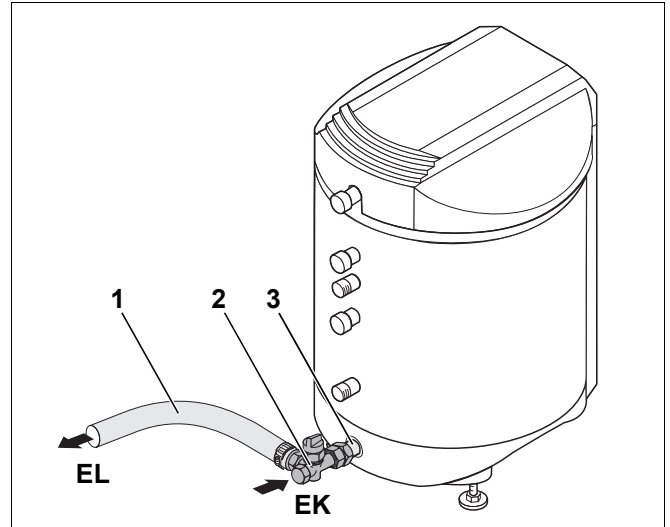

Рис. 7 Установить арматуру для опорожнения
- Установить поставленную арматуру для опорожнения (рис. 7, поз. 2) к мету подключения EK/EL (рис. 7, поз. 3).
- Привинтить насадку шланга с помощью перекидной гайки к арматуре для опорожнения. Подсоединить сливной шланг (рис. 7, поз. 1).